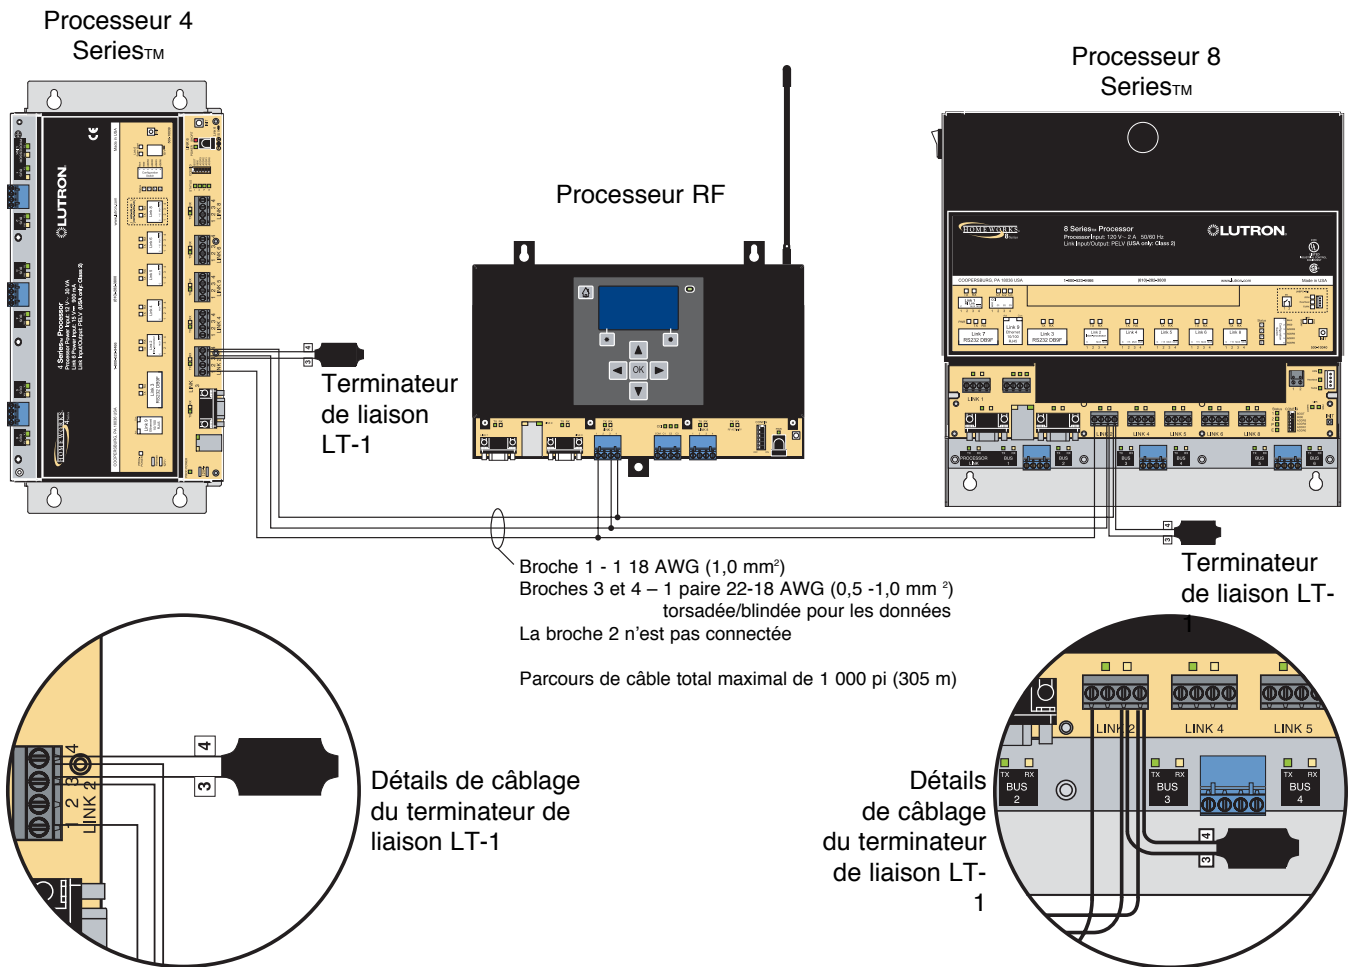

Figure 5 - Processeurs HomeWorks® reliés en guirlande
Pour les modèles H4P5-H48-120 et les H4P5-H48-HRL-120 seulement, un harnais interne raccorde la liaison 4 au concentrateur de gradateur pré installé du fabricant. Si des tableaux additionnels HWI-H48 doivent être contrôlés par le processeur, la liaison de communication de ceux-ci devrait être raccordée au bornier 4. Ne pas connecter le bornier 2 à un HWI-H48. Si la liaison du câble du H48/Q96 à une longueur de 50 pieds (15 m) ou plus, la liaison de terminaison du LT-1 doit être installée à travers le MUX et MUX (bornier 3 et 4) à chaque extrémité de la liaison. Référez aux directives du HWI-H48 (voir aussi Figure 5, page 12).
6. **Connecter la liaison inter-processeur (installations à processeur multiple seulement):** La liaison inter-processeur sert de communications entre les processeurs *HomeWorks*. Connecter le câblage de commande à la liaison inter-processeur (liaison 2), s'il y a lieu. Ne pas connecter le bornier 2 (voir Figure 5 page 12). Si ce processeur doit être le premier ou le dernier de la guirlande, poser un des terminateurs de liaison LT-1 sur le circuit MUX et MUX (bornier 3 et 4 – voir Figure 5, page 11). Si les terminateurs LT-1 ne sont pas disponibles, une résistance de 1/2 W d'entre 100 et 150 Ohm peut être ajoutée entre les borniers 3 et 4 en guise de terminaison.